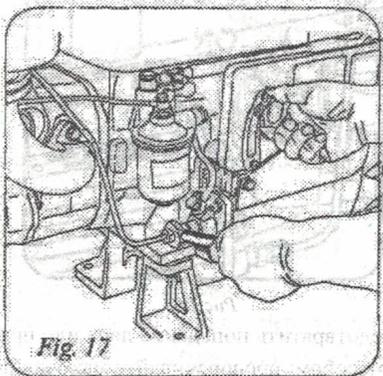

Рис.17
- снять с двигателя нагрузку и дать ему некоторое время поработать. Затем установите рычаг контроля скорости в положение "СТОП", ослабьте гайку, соединяющую топливную трубку высокого давления (рис.17) или откройте декомпрессор.